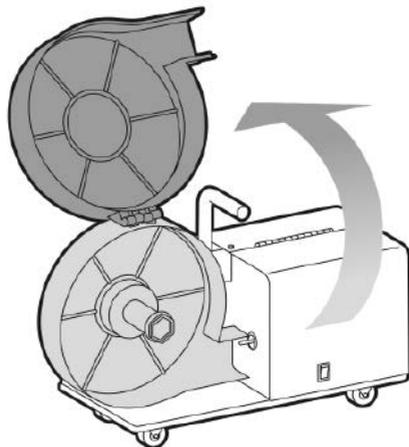

Рис. 8.2.1. Открытие дверцы защитного кожуха.
1. Откройте защитный кожух сварочной проволоки (см. рис. 8.2.1).